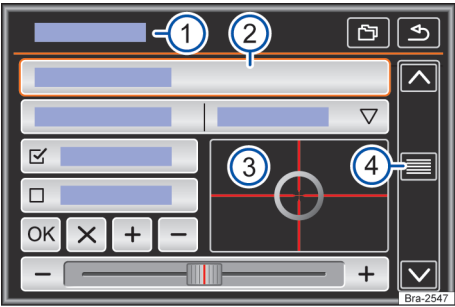

Fig. 112 Representação esquemática: vista geral das possíveis superfícies de função no display.
As superfícies de função iniciam funções ou abrem outros submenus. Em submenus é indicado, na linha do título, o menu atualmente selecionado → Fig. 112 ①.